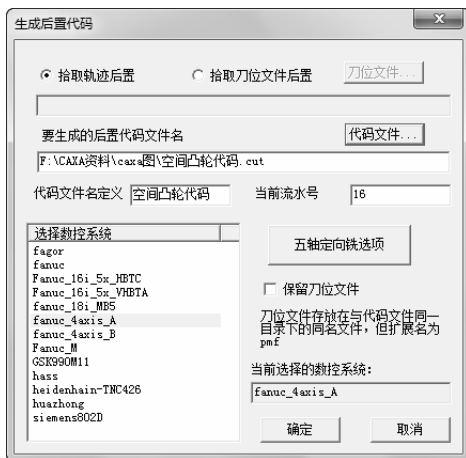

图 4-66 “生成后置代码”对话框
1) 选择下拉菜单“加工”→“后置处理 2”→“生成 G 代码”命令, 系统自动弹出“生成后置代码”对话框, 选取“拾取轨迹后置”, 并选择如图 4-66 所示数控加工系统。其余设置为系统默认。